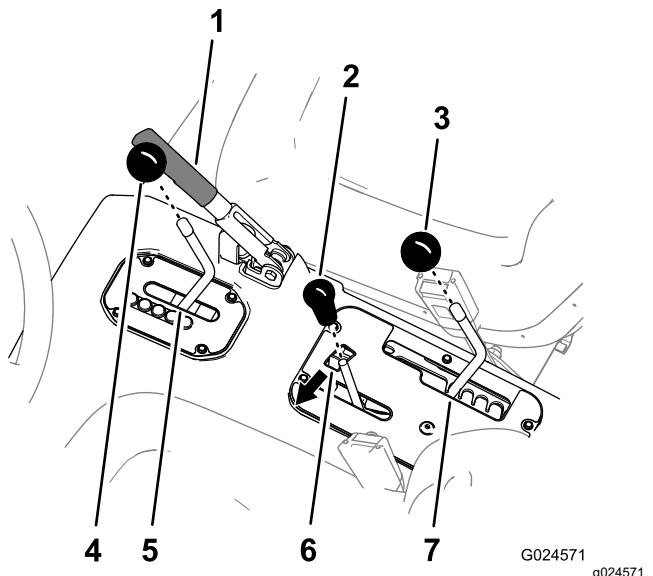

Figura 4
1. Togliete tutte le manopole dalle leve della consolle e dalla leva della trasmissione ruotandole in senso antiorario (Figura 4).